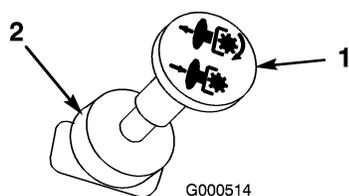

Figura 10
3. Innestate il comando della PDF estraendolo (Figura 10).
Disinserite il comando della PTO spingendolo in posizione Off (Figura 10).